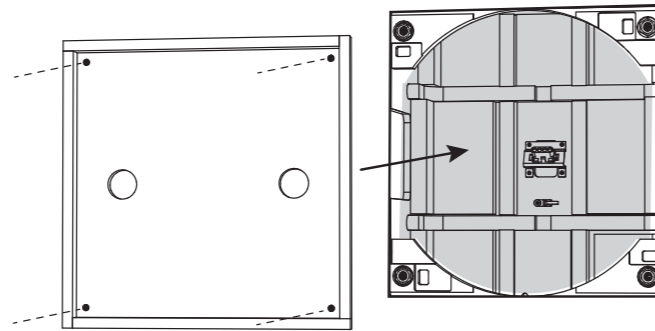

Fig. 5. Drywall Removed from the Aperture, and Cover Installed
2. Após a instalação do drywall, corte cuidadosamente o orifício no drywall com uma ferramenta de mão adequada, usando a abertura retangular da lata posterior como guia (Fig. 5). Tenha cuidado para não cortar os fios das caixas acústicas ou qualquer parte da madeira da parte de trás da lata. Certifique-se de que a abertura do drywall não seja maior do que a abertura da parte de trás da lata. Remova qualquer poeira ou detritos de dentro da lata traseira.